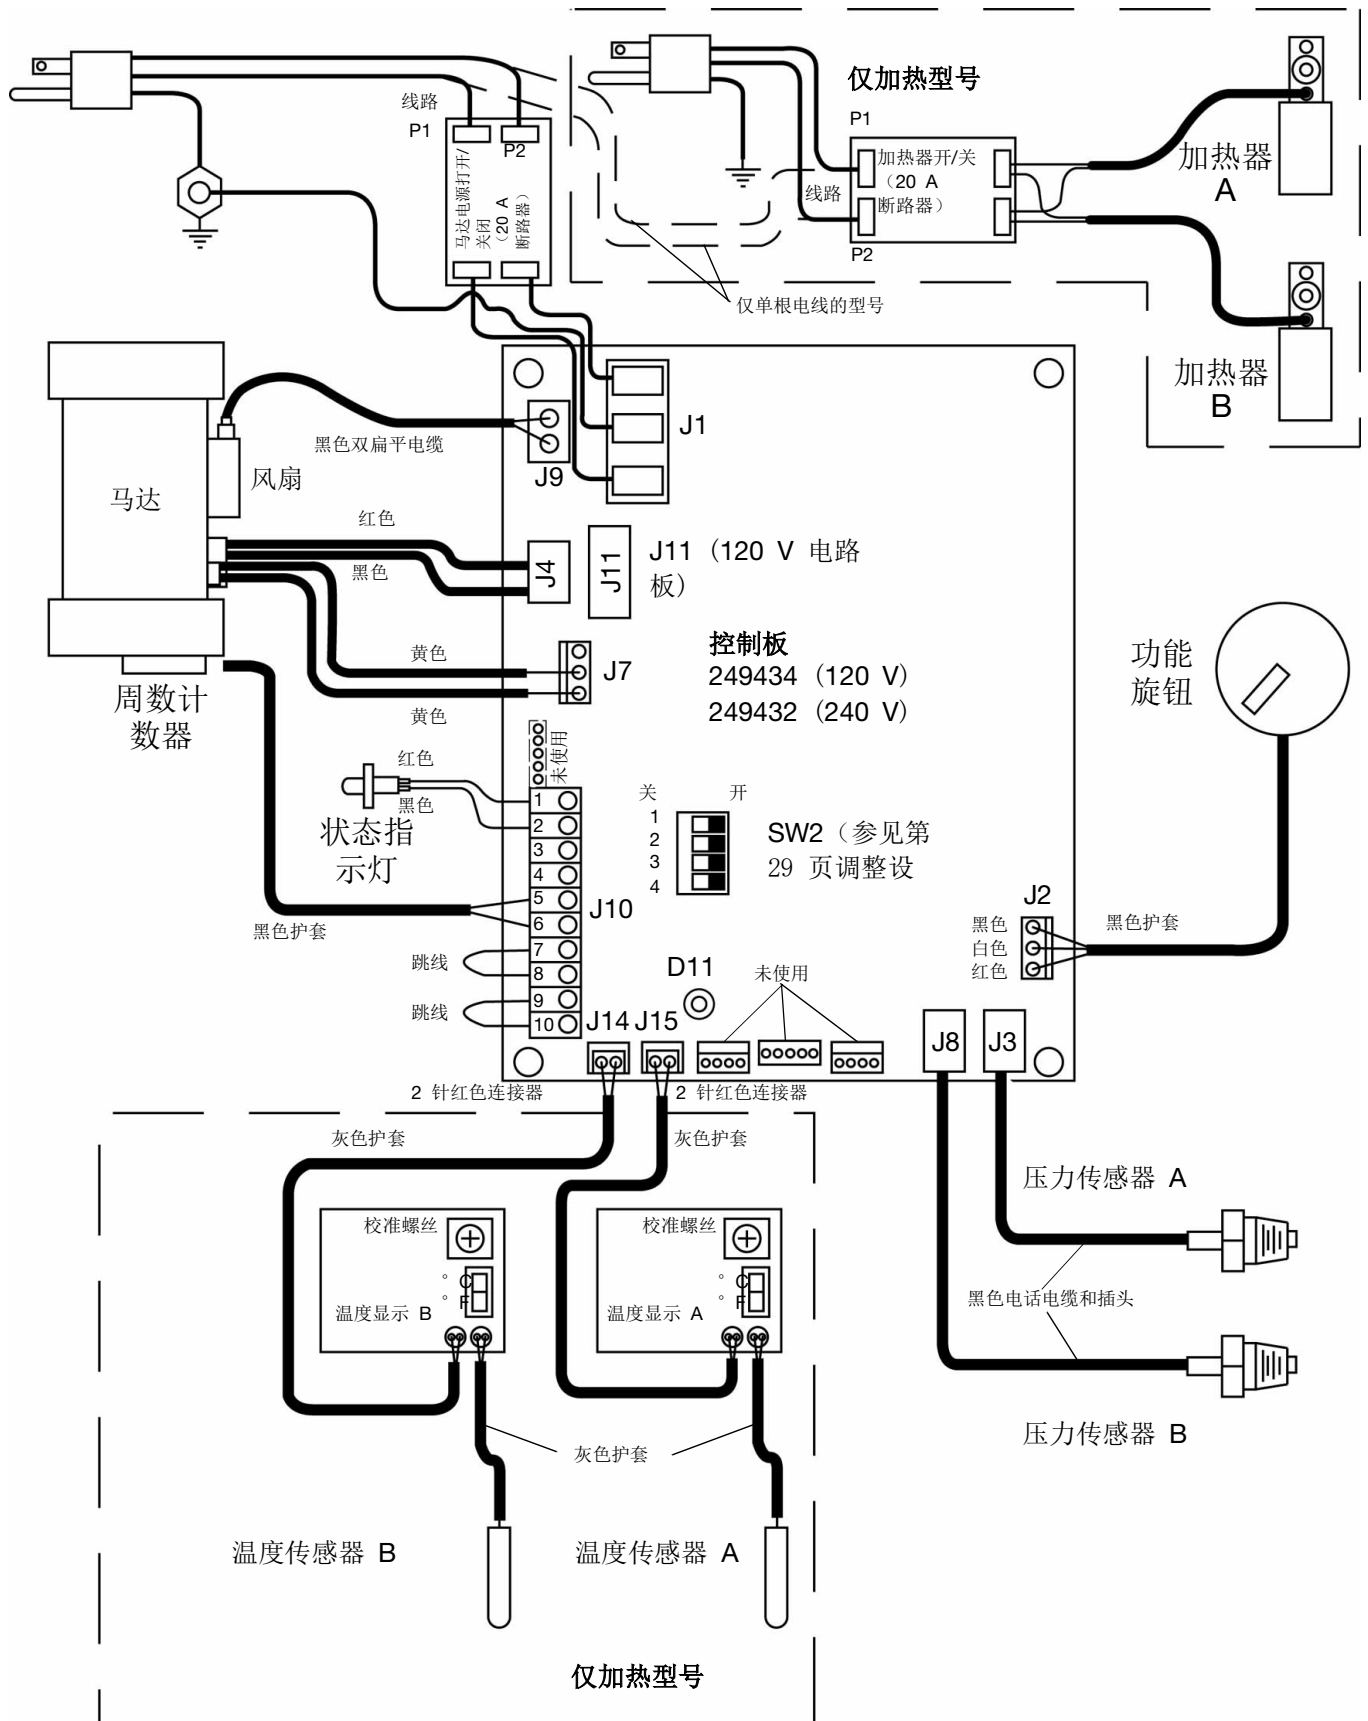

图 14 控制组件接线连接
- 将电位器接线从马达控制板（406）上的 J2 处断开。参见图 14（第 41 页）。
- 按照第 41 页的图 14所示，将电位器导线重新连接到 J2。
板上有一个 LED 红色指示灯 (D11)。要检查时必须接通电源。位置参见图 14。其功能为：
(参见图 14)
- 4. 从电路板的 J3 和 J8 处断开传感器电缆的连接。参见图 14（第 41 页）。调换 A 和 B 的连接，并检查状态代码是否跟随指示损坏的传感器。参见**状态代码 3：传感器 A 故障**，第 30 页。
- 9. 连接电路板上的传感器电缆，参见第 41 页的图 14。
如果马达未被泵锁住，可以用 9 V 电池进行测试。打开循环阀，断开控制板上 J4 或 J11 的连接，参见第 41 页的图 14。将电池的引线与马达的接线相接触。马达应缓慢和平稳的转动。
- a. 在控制组件的背面找到控制板，参见第 41 页的图 14。
1. 从风扇 (202) 上断开风扇电缆 (37)。打开马达电源，测试电缆连接器的线电压 (120 V 或 240 V)。
2. **如果电压正常**，说明风扇有故障。卸下将风扇固定在护罩 (206) 上的螺钉。按相反的顺序安装新风扇。
3. **如果电压不正常**，检查风扇电缆在控制板 J9 处的连接，参见第 41 页的图 14。